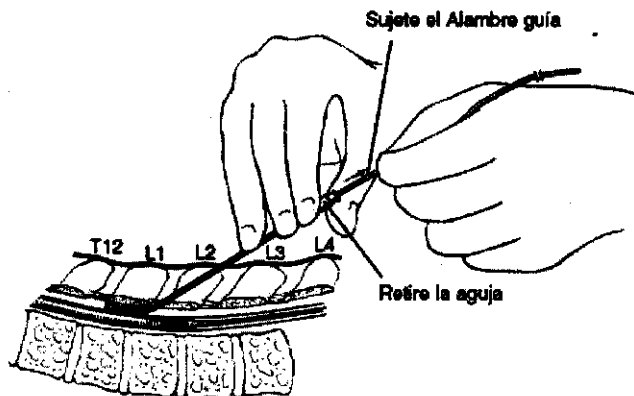

FIGURA 8
5.* En caso de utilizar Introduce, retire la aguja utilizando la técnica de aguante y empuje, dejando el alambre guía en el espacio epidural (Figura 8).